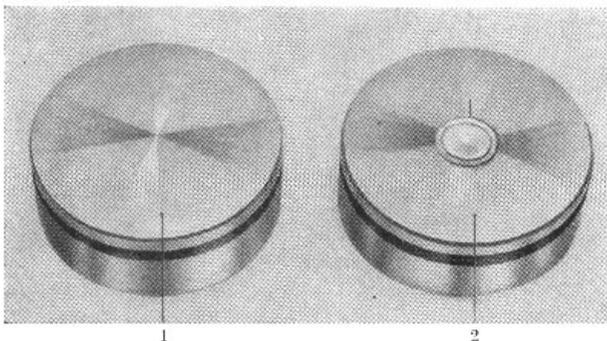

Bild M 104. Kupplungsdruckkappe eingearbeitet
1. Hat sich die Druckkappe (Bild M 104) in der Trapezgewindebuchse (107/1) leicht eingearbeitet, so ist mit dem Schaber der leichte Grat zu entfernen (107/2).